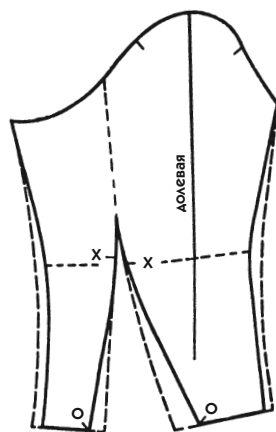

Рис. 360
- Если **расширение чрезмерное**, вычтите необходимую величину по ровну с каждой стороны по линии локтя (рис. 360).
7. От точки О на нижней половине рукава (рис. 360) отложите по линии вытачки отрезок, равный длине линии локтевой вытачки верхней половины рукава (от О до Х), в результате вы получите засечку Х на нижней половине рукава выше линии локтя (см. рис. 360).